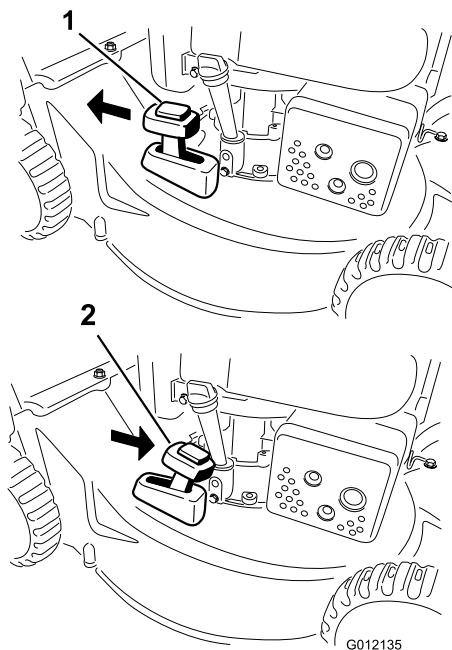

Figure 18
Pour recycler l'herbe coupée, placez le levier de ramassage sur demande en position **recyclage** (Figure 18).
2. Montez le bac à herbe ; voir Retrait du bac à herbe \(page 12\) et amenez le levier de ramassage sur demande en position de **ramassage** (modèle 20836 uniquement) comme montré à la Figure 18.
**Remarque:** Si le bac à herbe est monté sur la machine, enlevez-le avant de procéder à l'éjection arrière de l'herbe coupée ; voir Retrait du bac à herbe \(page 12\). Le levier de ramassage sur demande doit être en position **ramassage** (modèle 20836 uniquement) comme montré à la Figure 18.